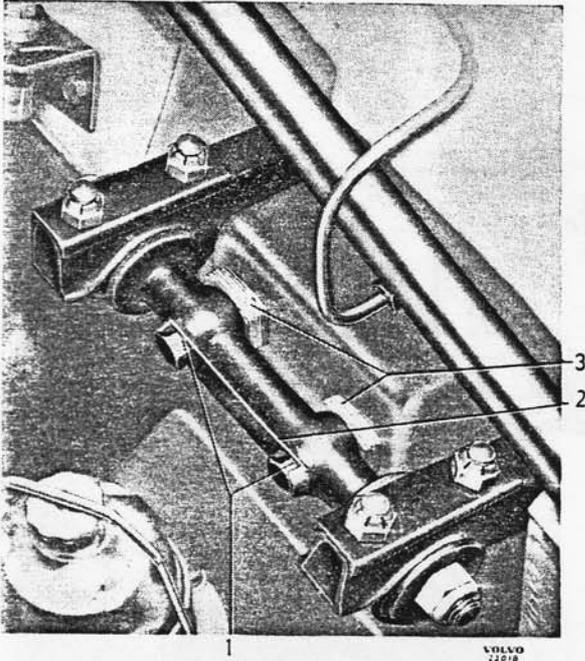

Bild 6-38. Radsturz und Vorlauf einstellen
**Anmerkung:** Die Änderungen der Einstellung muss an beiden Seiten mit der gleichen Anzahl Scheiben durchgeführt werden, um eine Verspannung des Vorderachsquerträgers zu vermeiden. Wenn der Vorlauf an der linken und rechten Seite unterschiedlich ist, wird die Einstellung am oberen Schwingarm durchgeführt, siehe Bild 6-38. Befestigungsbolzen (1) lösen, damit Scheiben herausgenommen werden können. Diese Scheiben sind in den Stärken 0,15; 0,5; 1; 3 und 6 mm lieferbar. Der Wert, um den diese Scheiben den Vorlauf ändern, ist im Diagramm in Bild 6-39 angegeben. Es ist dabei gleich, ob eine Scheibe von der einen Befestigungsschraube weggenommen, oder ob sie zu der anderen Befestigungsschraube hinzugefügt wird. In beiden Fällen ist die Änderung unbedeutend. Die Durchführung ist teilweise davon abhängig, wieviel zu ändern gewünscht wird. Wenn der Radsturz richtig ist, wird der Vorlauf durch Fort-
nehmen von Scheiben geändert. Vor jeder Messung Befestigungsschrauben anziehen. Wenn der richtige Vorlauf erreicht ist, Befestigungsschrauben mit Sicherungsblech (2, Bild 6-38) sichern.
Der Radsturz-Winkel soll  $0^\circ$  bis  $+1/2^\circ$  betragen. Der Radsturz wird durch Scheiben (3, Bild 6-38) an der oberen Schwingarmwelle eingestellt. Die Befestigungsschrauben (1) sollen etwas gelöst sein. Die Anzahl der Scheiben, welche hinzugefügt oder weggenommen werden müssen, hängt von der Größe des falschen Radsturzwinkels ab. Nach dem Einstellen Befestigungsschrauben anziehen und Radsturzwinkel prüfen. Die Scheiben sind in folgenden Stärken lieferbar: 0,15; 0,5; 1,3 und 6 mm der Wert, um den diese Scheiben den Winkel ändern, ist im Diagramm in Bild 6-39 angegeben.